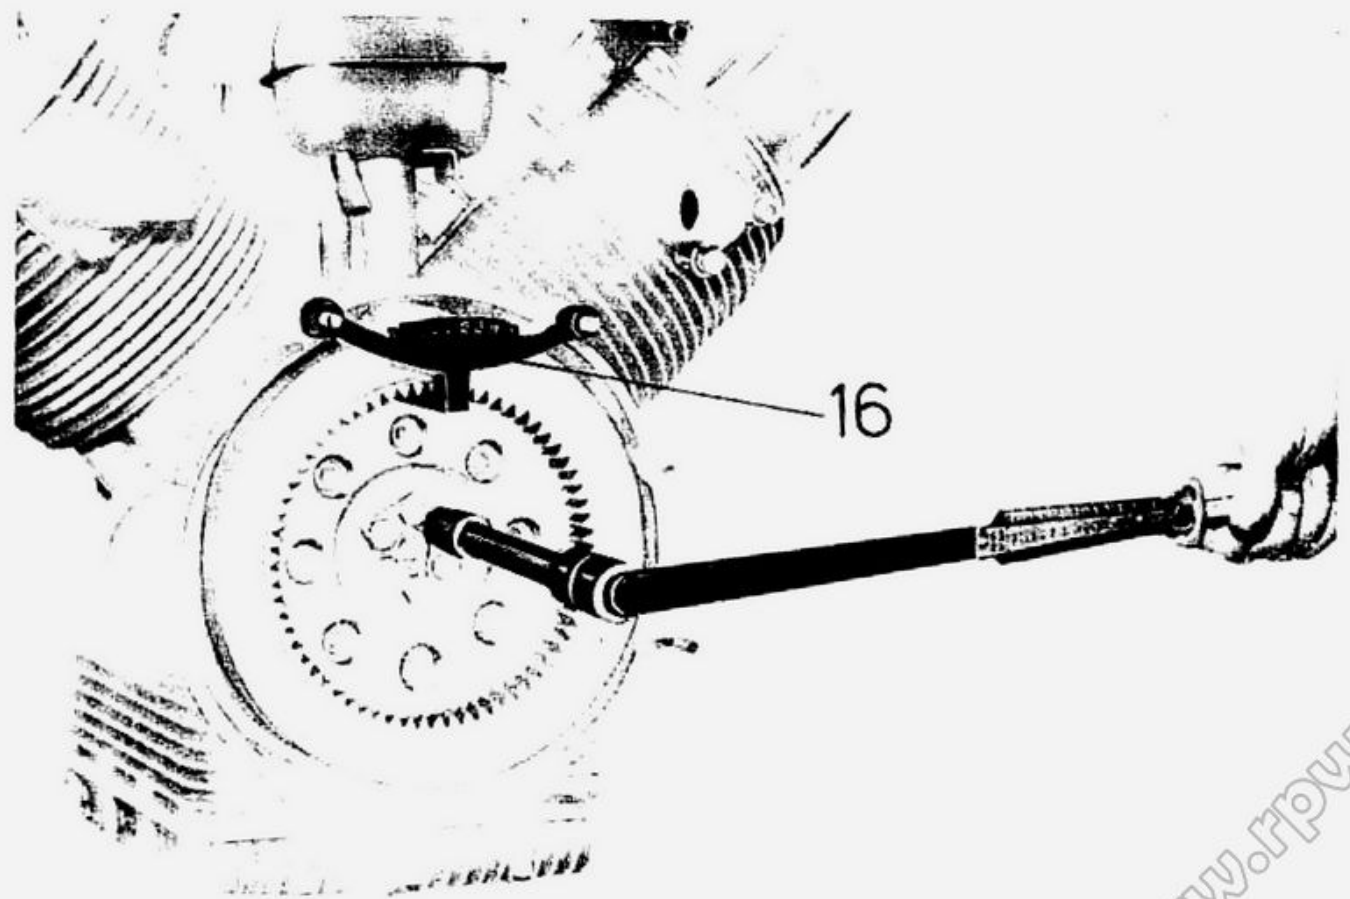

Fig. 13
- il volano motore, dopo aver spianato le orecchie delle piastrine di sicurezza e avvitando i bulloni che lo fissano all'albero motore a mezzo attrezzo n. 12911801 (16 di fig. 13) e chiave a tubo;